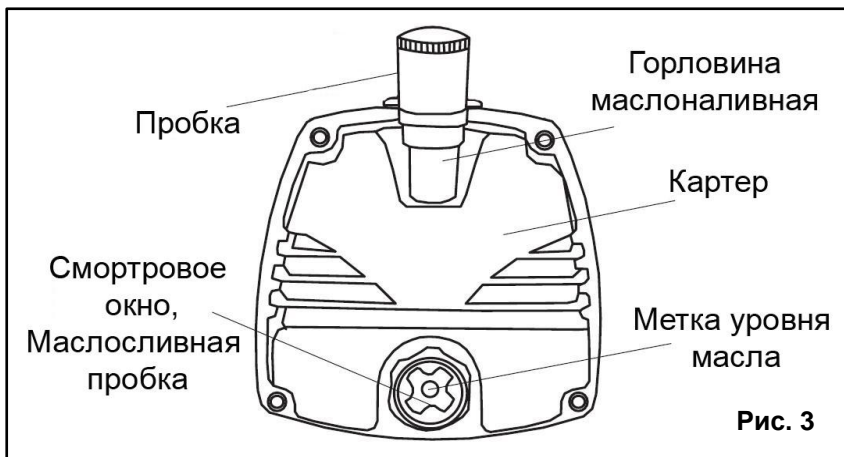

Рис. 3
- Проверьте уровень масла в смотровом окне (См. Рис.3).
- Отверните транспортную заглушку маслосливной горловины и залейте масло в карте до уровня красной отметки (См. Рис.3).